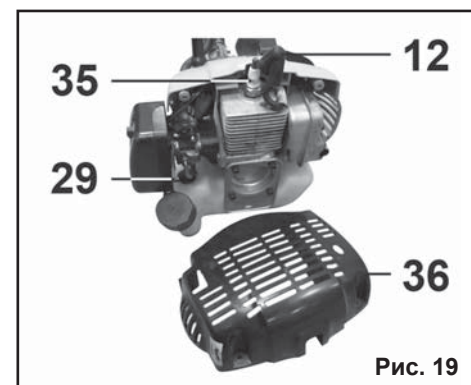

Рис. 19
8.2. Замена свечи зажигания (Рис. 19)